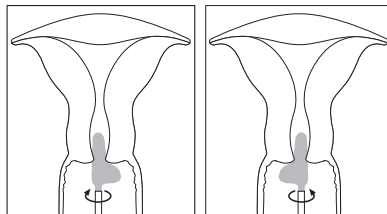

Fig. 2
4. En tenant l'écouvillon dans cette position, le faire tourner 3 fois dans le sens des aiguilles d'une montre et 3 fois dans le sens inverse; s'assurer que le segment long du „L” touche bien le canal cervical et que le segment court du „L” tourne autour de l'endocol; voir la Fig. 2.